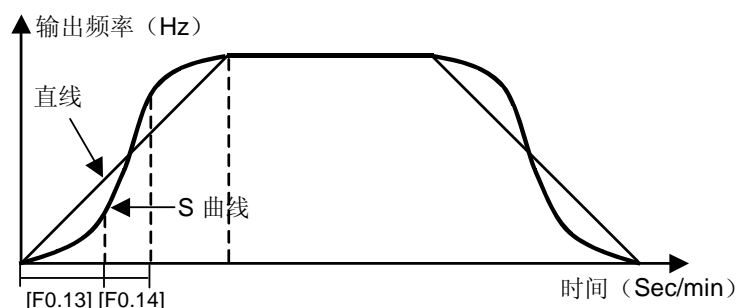

图 6-3 加减速曲线
**LED 个位:** 变频器加减速曲线类型设定。参考图 6-3。
参数[F0.13]和[F0.14]定义了 S 曲线的特征参数, 共分为 3 个阶段, 如图 6-3 所示。加减速起始段是输出频率的斜率从 0 逐渐增大的过程; 加、减、速上升/下降段输出频率的斜率保持不变; 加、减、速结束段变频器输出频率的斜率由大逐渐减小至 0。